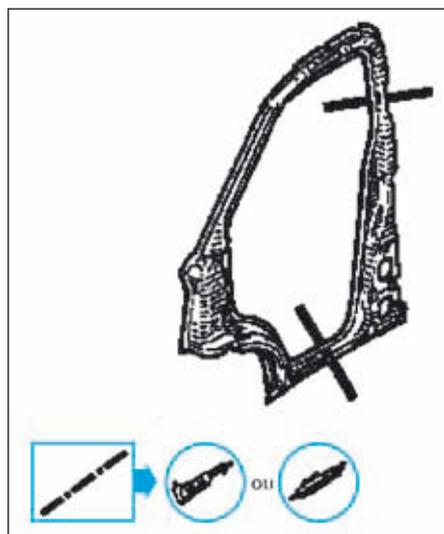
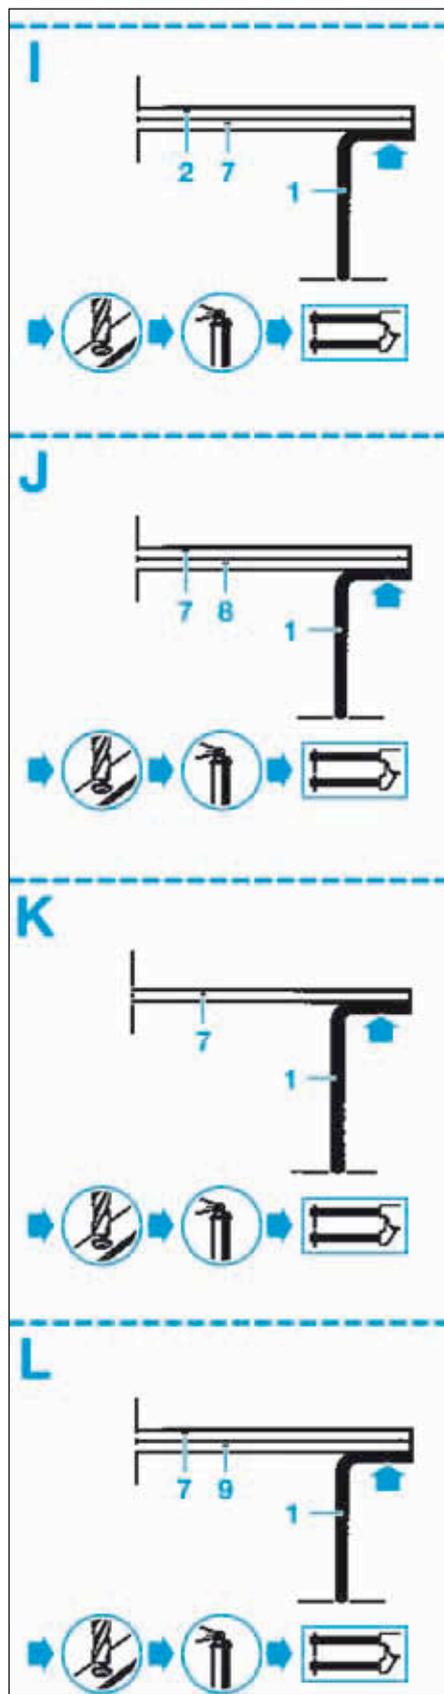
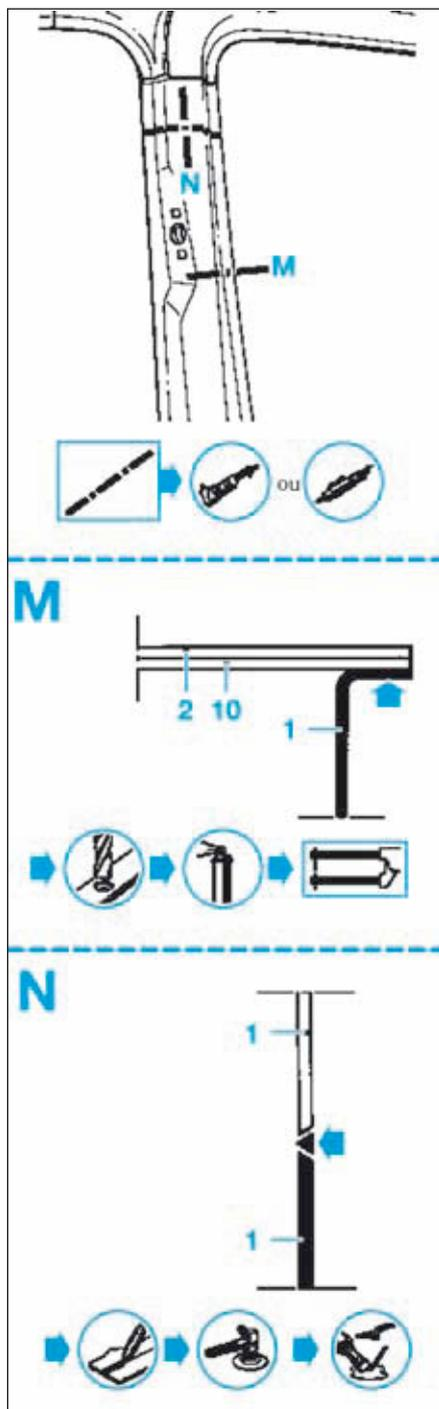

FIG.43
FIG.45
FIG.46
- Tracer puis découper le pied arrière de cabine (Fig.43), (Fig.44), (Fig.45) et (Fig.46).
- Tracer puis percer à l'aide d'un foret pour un soudage ultérieur par points (Fig.44), (Fig.45) et (Fig.46).
- cordon MIG (Fig.44), (Fig.45) et (Fig.46),
- Appliquer une couche d'impression phosphatante sur les zones mises à nu (Fig.44), (Fig.45) et (Fig.46).